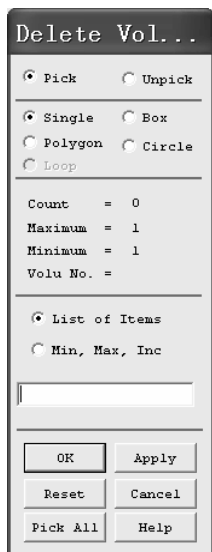

图 2-115 “Delete Vol...” 窗口
(7) 依次选择 Main Menu>Preprocessor>Modeling>Delete>Volume Only, 弹出“Delete Vol...”窗口(见图 2-115), 单击“Pick All”按钮, 图形界面中的体元素消失。这里是仅删除体, 保留下一层级的图形元素。